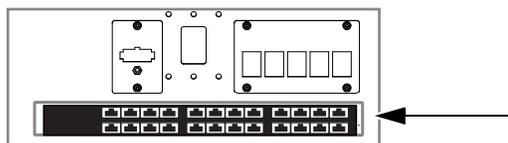

Abbildung 10. Rückansicht eines Chassis mit einem Ethernet-Switch
- Platzieren Sie den Switch so im Chassis, dass die Anschlüsse im Rahmen nach hinten weisen (die Anschlüsse sollten durch die horizontale Öffnung in der hinteren Unterlagsplatte sichtbar sein, siehe Abbildung 10).